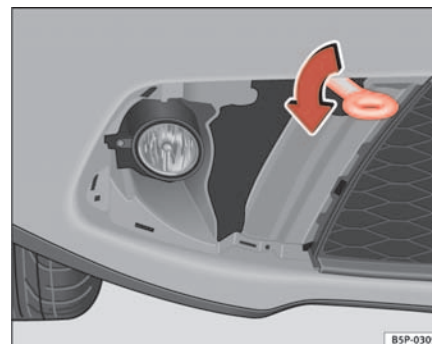

Fig. 204 Atornillado de la argolla de remolque
- Atornille la argolla hasta el tope hacia la *izquierda*, en el sentido que indica la flecha ⇒ página 277, fig. 204 .